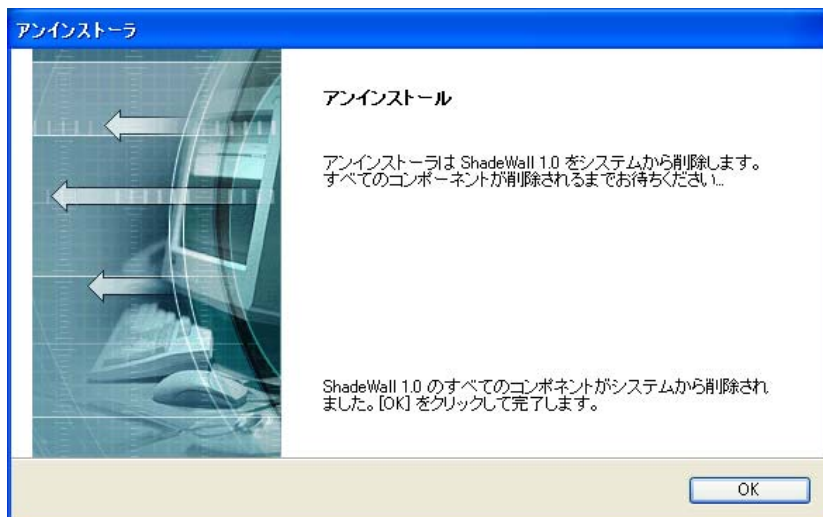

図 2-12 アンインストール終了画面
- (3) 図 2-12 の画面が表示され,“OK”を左クリックし,アンインストール作業を終了してください。